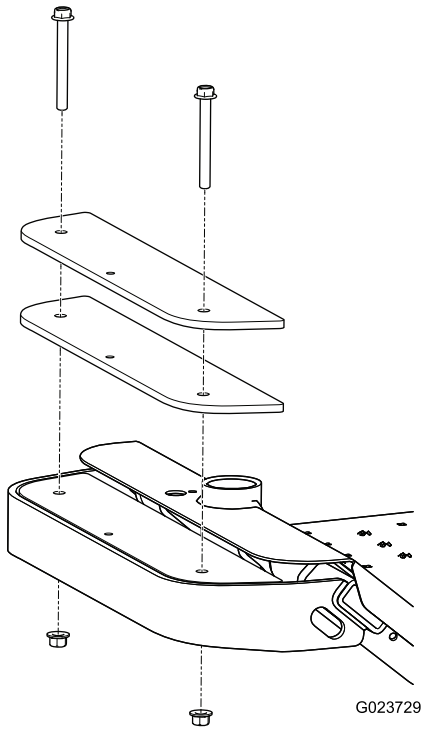

Figura 12
1. Retire los 2 pernos y las 2 tuercas que sujetan los contrapesos existentes a la parte delantera de la máquina (Figura 12).